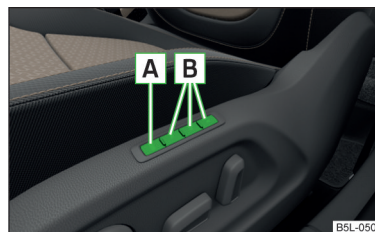

Fig. 61
La fonction de mémorisation de position du siège du conducteur permet de mémoriser des positions du siège du conducteur et des rétroviseurs extérieurs. Chacune des trois touches de mémorisation **B** » fig. 61 peut être affectée à un réglage différent.
- Appuyez sur la touche **SET** **A** » fig. 61.
- Appuyez sur la touche de mémorisation souhaitée **B** » fig. 61.
- Appuyez sur une touche de mémorisation quelconque **B** » fig. 61 à la page 83 et la maintenir enfoncée. Une fois que le siège a pris la position mémorisée sous la touche correspondante, appuyez simultanément sur la touche **Ⓜ** de la clé à radiocommande dans un laps de 10 secondes.
- Appuyer sur la touche **SET** **A** » fig. 61 à la page 83 et la maintenir enfoncée. Appuyez simultanément sur la touche **Ⓜ** de la clé à radiocommande dans un laps de 10 secondes.